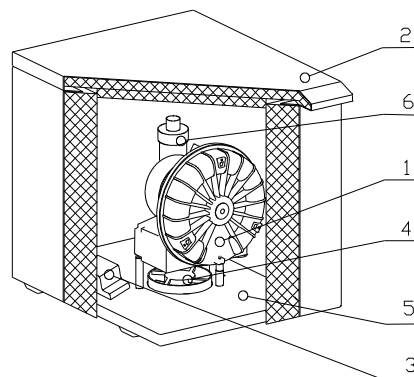

Рис.1
Агрегат аспиратора (1) (рис.1) создает в пневматической распределительной сети частичный вакуум, при этом отсасывает чужеродные вещества из рабочего поля врача и направляет их в сепаратор зубной установки. Чистый воздух проходит после сепаратора через отсасывающий агрегат и далее выпускается через выходной шланг и глушитель шума прямой (6) в окружающую среду вне кабинета.